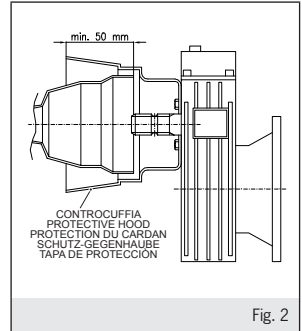

Fig. 2
- la contro cuffia di protezione (fig.2) sia presente integra e ben fissata. La contro cuffia deve coprire la protezione del giunto cardanico per almeno 50mm e deve impedire il contatto accidentale delle mani con organi in movimento.
- the protective hood (fig.2) is attached, in good order and properly anchored. The hood must cover the P.T.O. guard by at least 50mm and must prevent accidental hand contact with moving parts.
- la contre-coiffe de protection (fig.2) est présente, intégrée et bien fixée. La contre-coiffe doit couvrir la protection du joint de cardan sur au moins 50 mm et doit empêcher le contact accidentel des mains avec les organes en mouvement;
- die Schutz-Gegenhaube (Abb.2) in unversehrt und gut befestigten Zustand vorhanden ist. Die Gegenhaube muss den Schutz des Kardangelenks über mindestens 50 mm abdecken und den unbeabsichtigten Kontakt der Hände mit in Bewegung befindlichen Elementen verhindern.
- los tres puntos de anclaje (fig.2) previstos estén perfectamente fijados y bloqueados con las piezas en equipamiento. Un anclaje no correcto provoca el vuelco de la máquina con grave peligro para el operador.